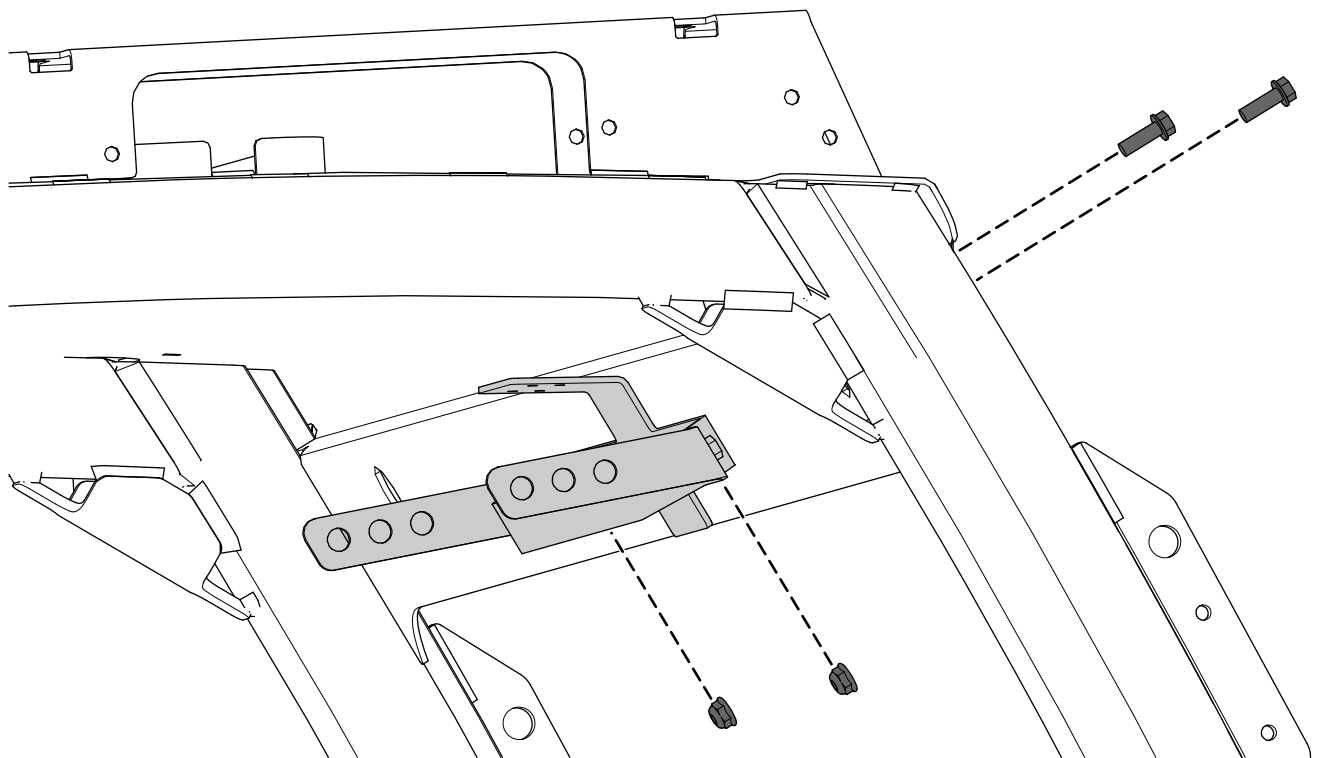

Figura 7
2. Fissate il gruppo supporto dello specchietto al tettuccio usando 2 bulloni a testa esagonale flangiata ($\frac{1}{4}$ " x $\frac{3}{4}$ ") e 2 dadi di bloccaggio ($\frac{1}{4}$ ") come illustrato nella Figura 7.